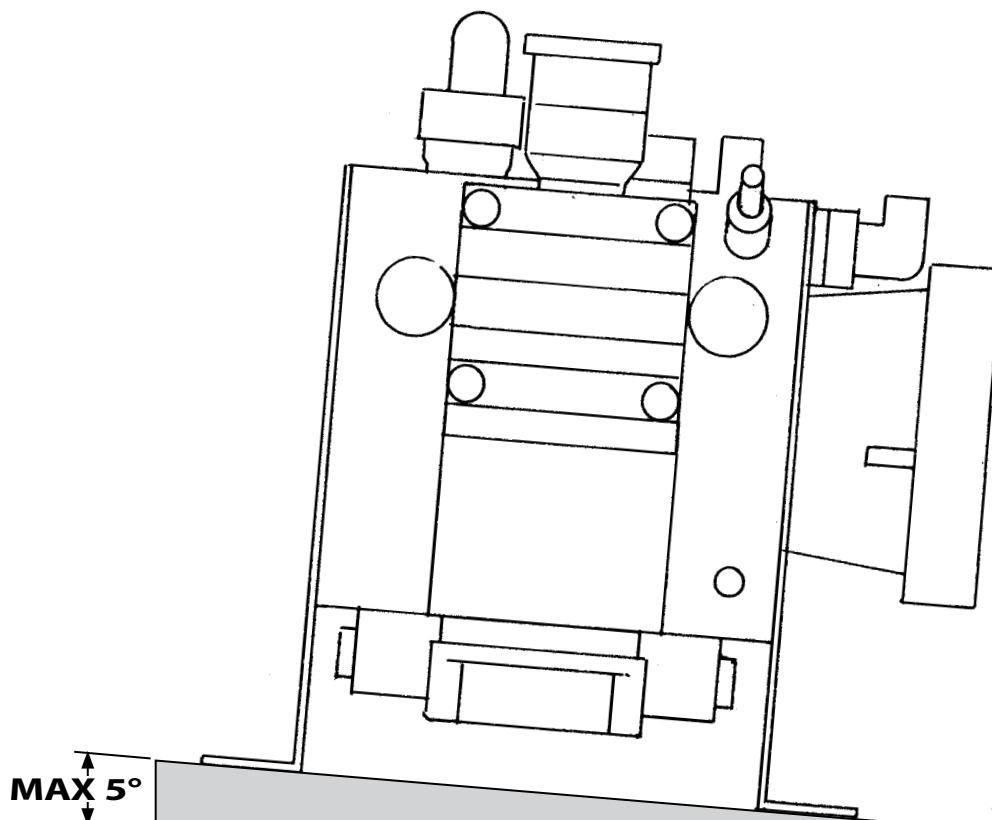

Fig. 1
- L'illustrazione raffigura l'inclinazione massima consentita della pompa per assicurare una corretta lubrificazione del manovellismo è di **5° max (Fig. 1)**.